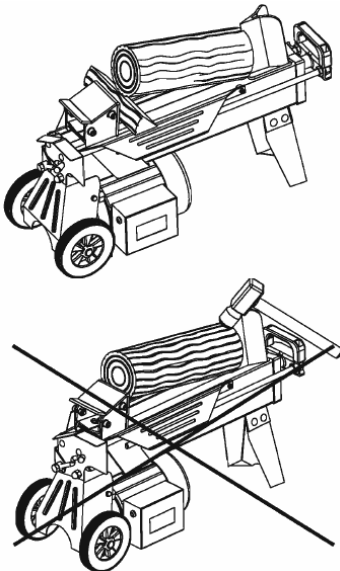

Abb. 20: PREHLS52 / 042001
- Nachdem sich der Holzschieber zurückbewegt hat und in der Ausgangsposition vollständig zum Stillstand gekommen ist, legen Sie ein Holzschicht unter den verklemmten Holzabschnitt (Abb. 20 & 21).